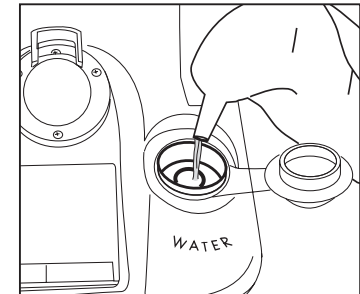

Fig. 3
Ouvrir manuellement le bouchon de remplissage(9); verser l'eau dans le trou de remplissage. Ensuite, lorsque le réservoir est entièrement remplie, refermer le bouchon (9) (Fig. 3).